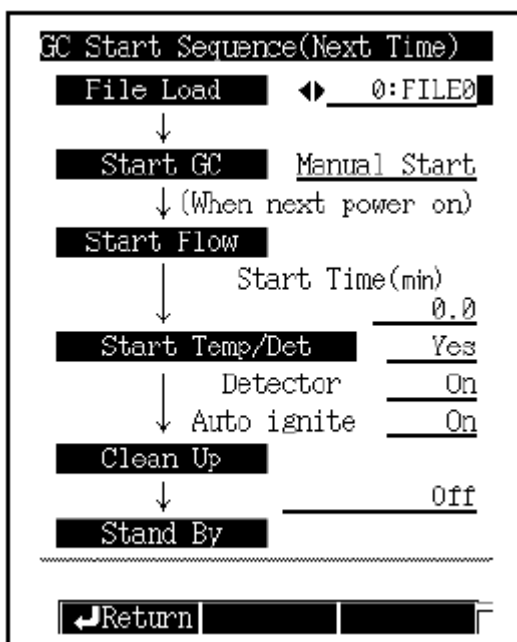
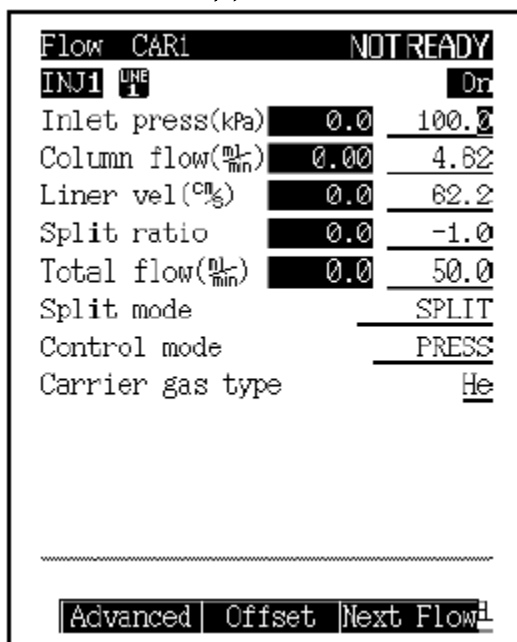

图 3.6.1
图 3.6.2
(1) 按[SYSTEM]键，切换键，PF1 键，将“Start GC” 改变为 “Manual Start” (参见 图 3.6.1或3.6.2)。如果已经在 “Manual Start”，直接进入下一步。
(2) 关掉电源，等待直至柱箱，进样口和检测器冷却到 50°C以下。
(3) 打开电源，等待约 1 分钟。
(4) 依次按[FLOW]键一次、切换键两次，显示画面如图 3.6.2。
(5) 按 PF2 键，在监控器的底部出现信息 “Zero Calibration Start”，约 10 秒，出现信息 “Zero Calibration completed”，AFC校准完毕。
(6) 返回” Start GC” 设置到原始状态。
- (1) 按[SYSTEM]键，切换键，PF1 键，改变 “Start GC” 到 “Manual Start”（参见 图 3.6.1或3.6.2）。